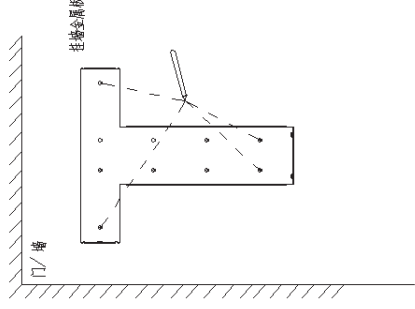

图 1-2
- 2.用记号笔通过挂墙金属板的四个螺丝孔位，在墙上做好记号，如图 1-2 所示（如果是安装在不锈钢格栅门上